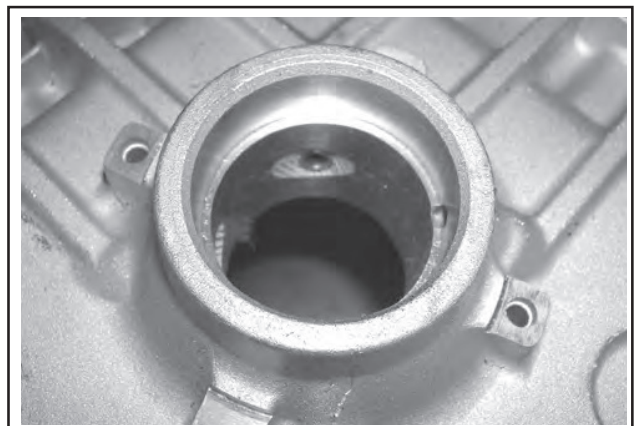

Abbildung 11-1. Bohrungsbohrung des Kurbelgehäuses.
1. Sicherstellen, dass die Bohrungsbohrung des Kurbelgehäuses sauber ist und keine Einkerbungen oder Grate aufweist. Siehe Abbildung 11-1.